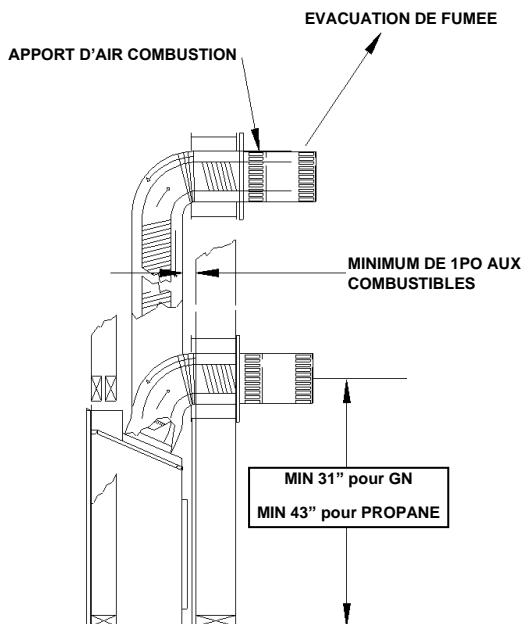
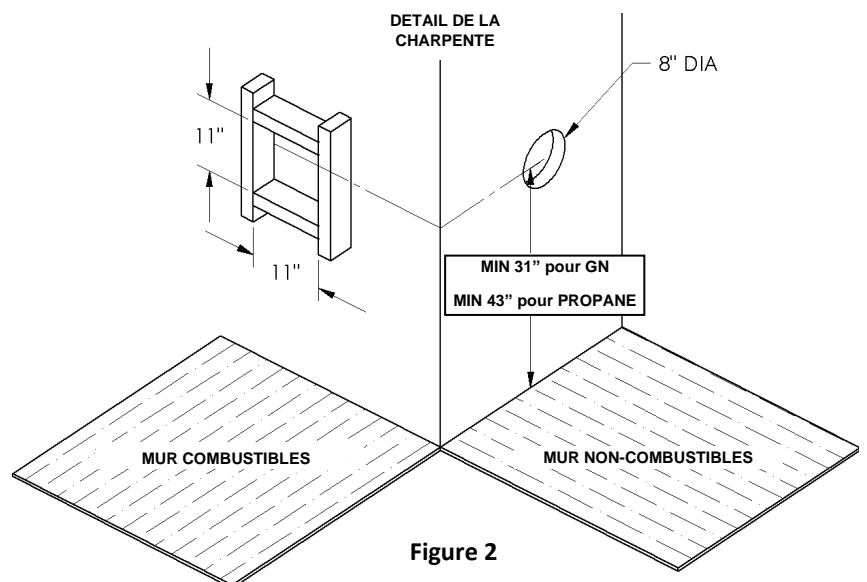

Figure 1
Figure 2
1. Pour déterminer la distance minimale entre le plancher du foyer et le centre de l'évent voir la page Comment encastrer votre foyer. Percez le mur en prévoyant un espace pour un manchon de 11po px11po (diamètre intérieur) pour les murs combustibles et un manchon de 8po de diamètre pour les murs non combustibles. (voir figure 2)
La longueur maximale de conduit horizontal avec un coude à 90 degré au carneau (sortie de fumée) de l'appareil est de 4pi/122cm (figure 1). La longueur maximale est de 20p/6.1m lorsque la longueur verticale est de 7pi/2.1m (figure 2) N.B. : Pour chaque 12po de conduit horizontal il doit y avoir 1/4po de conduit vertical.